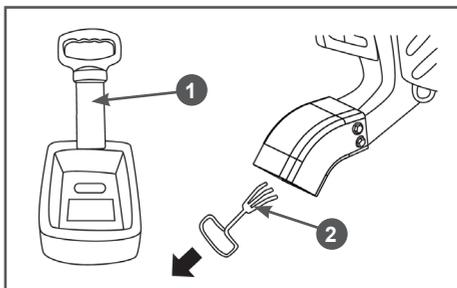

Рис. 10 Удаление застрявшего материала
- При необходимости протолкнуть материал внутрь воронки дробилки пользуйтесь толкателем 1 (Рис. 10), поставляемым в комплекте с устройством, слегка надавливая им на измельчаемый материал.
- Если произошел затор, заглушите двигатель. Убедитесь, что вращение ножей прекратилось. Снимите колпачок высоковольтного провода со свечи зажигания. Извлеките ветки из воронки измельчителя. Снимите мешок, если он установлен и удалите застрявший материал через отверстие загрузочной трубы крючком 2 (Рис. 10).